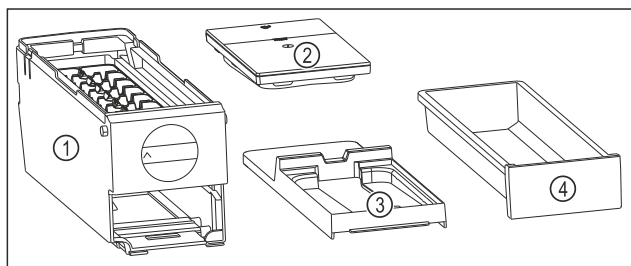

Fig. 80 Součásti EasyTwist-Ice
- EasyTwist-Ice je rozebrán na čtyři části. (viz Fig. 80)
- EasyTwist-Ice rozebírejte pouze na zobrazené součásti. (viz Fig. 80)
- Korpuse EasyTwist-Ice Fig. 80 (1) vyčistěte jako celek.